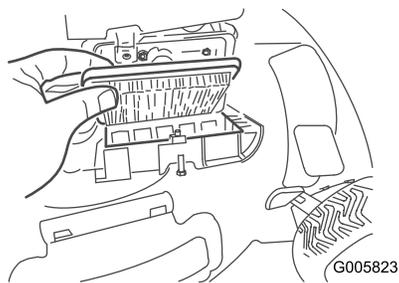

Рисунок 16
2. Замените воздушный фильтр (Рисунок 16).